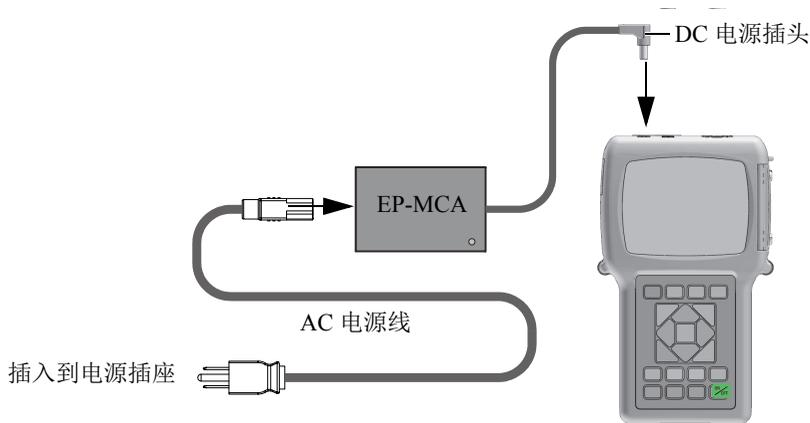

图 2-2 连接充电器 / 适配器
1. 将 AC 电源线的一端连接到充电器 / 适配器（工件编号：EP-MCA [U8767042]），另一端连接到适当的电源插座（参见第 30 页的图 2-2）。